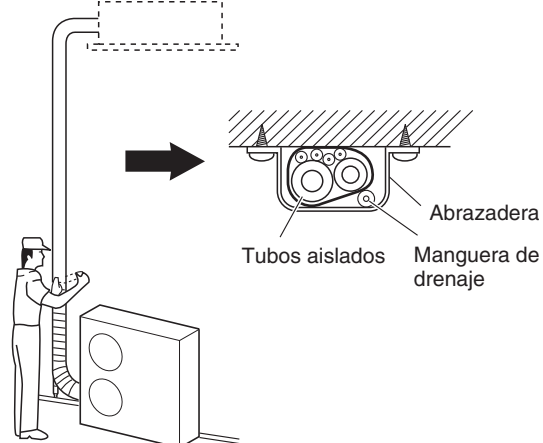

Fig. 5-9
- (1) Ahora, a los tubos de refrigerante (y al cableado eléctrico si lo permiten las regulaciones locales) se les deberá colocar la cinta conjuntamente con cinta blindada en 1 agrupamiento. Para evitar que rebose la condensación de humedad por el recipiente de drenaje, mantenga separada la manguera de drenaje de la tubería de refrigerante.
- (2) Envuelva la cinta blindada desde la parte inferior de la unidad exterior hasta la parte superior de la tubería por donde entra en la pared. A medida que envuelve la tubería, superponga la mitad de cinta a cada vuelta que dé.
- (3) Fije el grupo de tubos a la pared, empleando 1 abrazadera aproximadamente a cada metro. (Fig. 5-9)